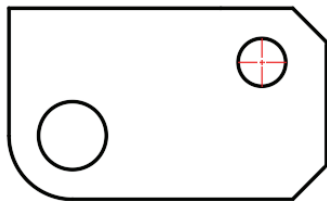

图 8-88 绘制一处圆心标记
- 3 在图形中选择右上位置的小圆，则在此选定小圆处创建关联的十字形标记，如图 8-88 所示，本例中很明显该十字形标记中的各中心线两端延伸较短。在命令执行期间可以将中心标记添加到一个或多个圆或圆弧，也就是说可以继续选择要放置中心标记的圆或圆弧。这里在选择一个圆后先按〈Enter〉键结束“圆心标记”命令，接着介绍如何控制中心线延伸的长度。